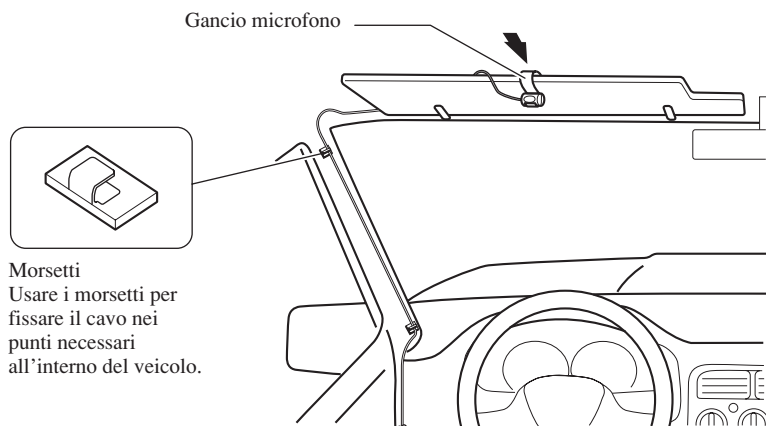

Fig. 20
2. Installare il gancio microfono sull'aletta parasole. (Fig. 20)